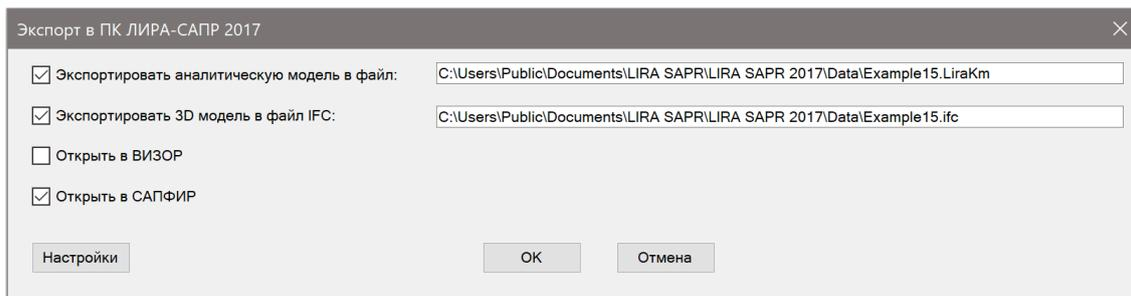

Рис.15.6. Диалоговое окно **Экспорт в ПК ЛИРА-САПР 2017**
- В открывшемся диалоговом окне **Экспорт в ПК ЛИРА-САПР** (рис.15.6) выполните следующее: